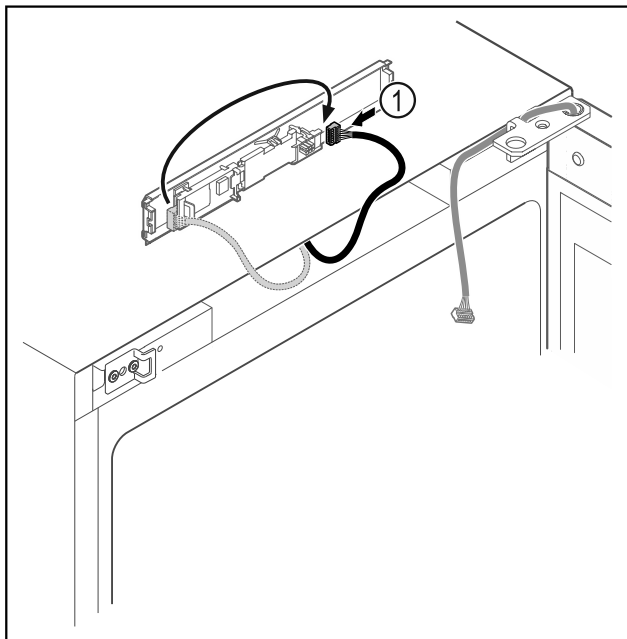

Fig. 15
- Stecker Fig. 15 (1) auf Platine umstecken.